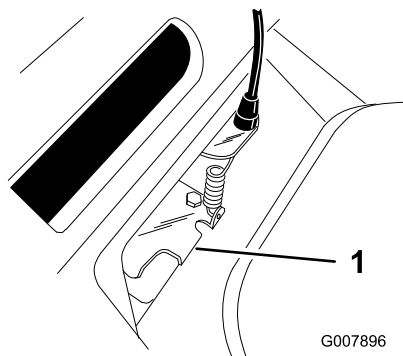

Figura 26
5. Abbassate l'aletta del guidacinghia finché non entra in contatto con il tosaerba, quindi tenetela in posizione (Figura 26).